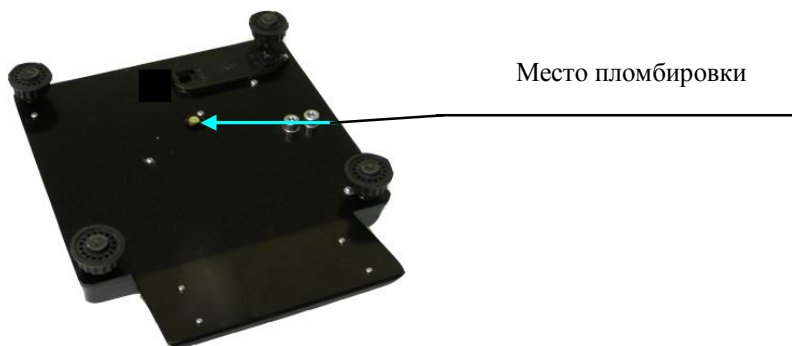

Рисунок 3 - Место пломбировки от несанкционированного доступа для весов выполненных в виде моноблока
5.2. Место пломбировки от несанкционированного доступа в соответствии с Рис. 3.